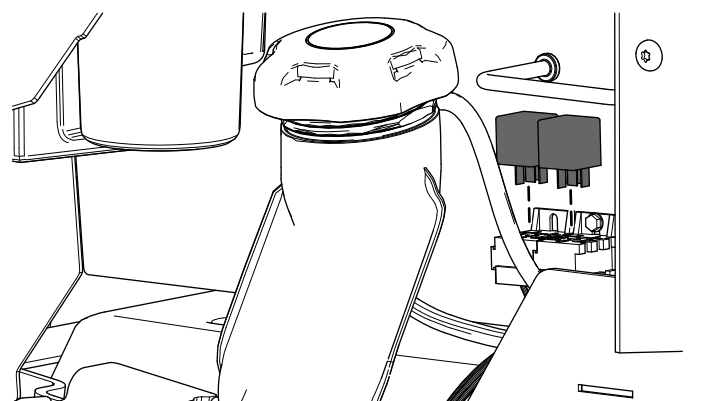

Figura 21
5. Montaggio dei 2 relè (Figura 21).